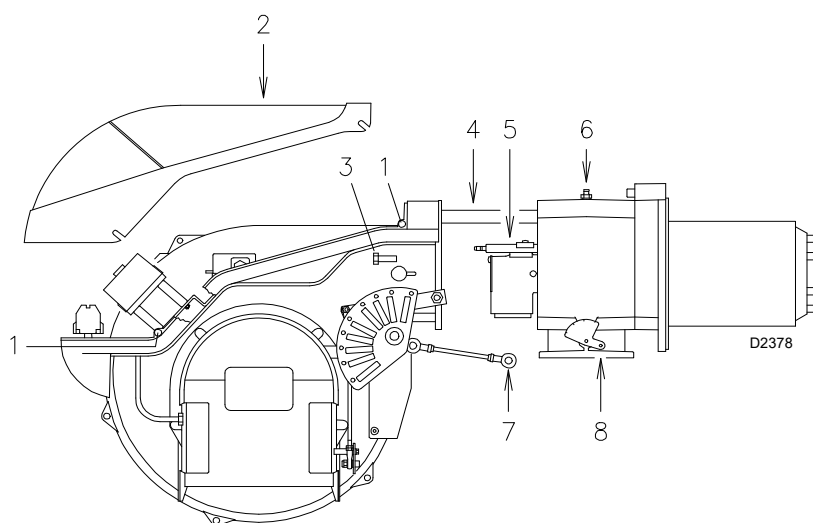

Fig. 38
- Desserrer les 4 vis 1) (Fig. 38) et déposer le capot 2).
- Remettre le vis 3)(Fig. 38) et tirer délicatement vers l'extérieur les câbles de sonde et d'électrode, jusqu'à les mettre légèrement sous tension.